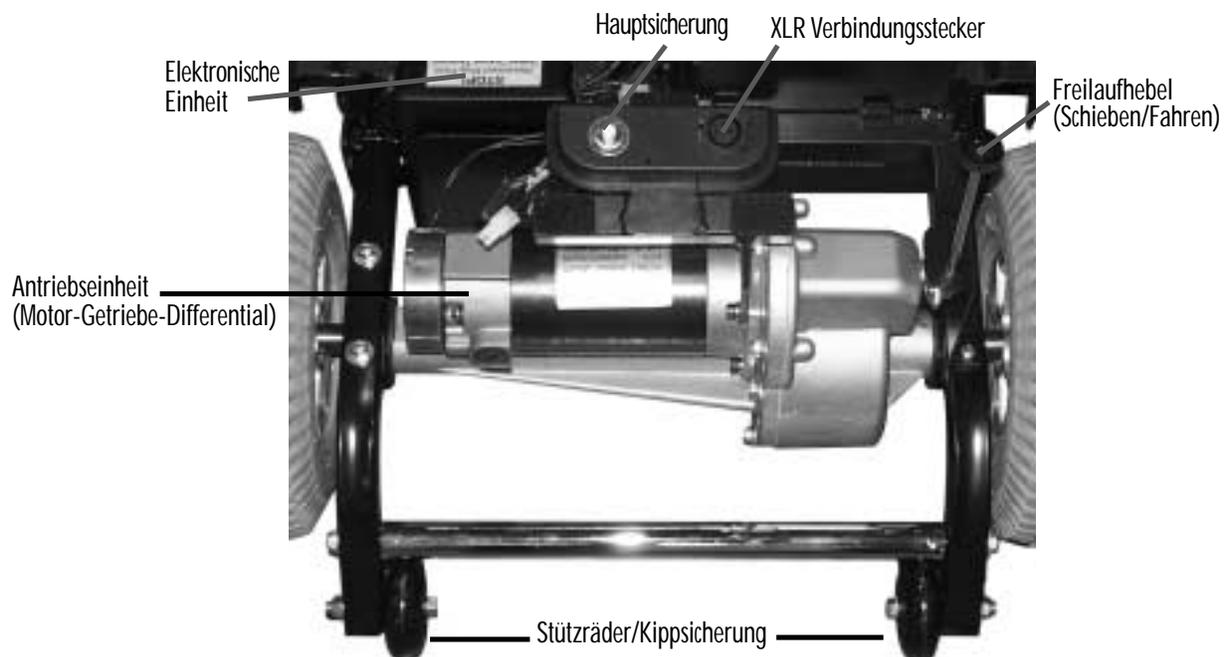

Abbildung 8. Fahrzeug-Heckteil/Antrieb
Das Elektronikmodul des Fahrzeuges befindet sich im Heckteil unter der Karosserie. Die Abdeckung wird durch einen Haken und Klettband auf dem Heckteil befestigt. <Abbildung 8>
Es gibt Situationen in denen es notwendig wird, das Fahrzeug zu schieben. Um dies durchführen zu können muß der Antriebsstrang ausgekuppelt werden. Der Freilauf-/Entriegelungshebel befindet sich auf der Fahrzeugrückseite in der Nähe des rechten Hinterrades <Abbildung 8>. Zeigt der Hebel nach unten, ist der Antrieb eingekuppelt und das Fahrzeug fahrbereit. Um den Freilauf herzustellen, drücken Sie den Hebel nach oben – jetzt können Sie das Fahrzeug schieben. In der ausgekuppelten Stellung setzt die Fahrzeugelektrik (Elektronik + Motor) die Betätigung der Gastasten nicht in Bewegung um. Trotzdem sollte der Schlüssel auch im Schiebebetrieb abgezogen werden!
Im Heckteil neben dem Elektronikmodul befindet sich das eingebaute Batterie-Ladegerät. Es ist an den Kühlrippen auf dem Gehäuse leicht zu erkennen <Abbildung 8> Die 220-Volt-Zuleitung ist zusammengerollt in der Ablagewanne untergebracht.
Das Elektronikmodul ist das „Gehirn“ Ihres Pride-Elektromobils und wie bereits beschrieben im Heckteil des Fahrzeuges untergebracht <Abbildung 8>. In dieser „Schaltzentrale“ werden die Impulse, die Sie als Fahrer durch betätigen der Gastasten geben, an die Antriebseinheit weitergeleitet und in die gewünschte Bewegung umgesetzt. Auf dem Gehäuse der Elektronik ist ein Zeigerinstrument, der „Amperemeter“ zu sehen der während des Aufladevorganges der Batterien einen ladezustandsabhängigen Wert anzeigt. Je niedriger der angezeigte Wert, desto weiter ist der Ladevorgang bereits fortgeschritten – bei Zeigerstellung „Null“ ist der Ladevorgang beendet!
Diese Sicherung schützt Ihr Pride-Elektromobil automatisch vor ungewollter Überlastung und ist im Gehäuse des Elektronikmoduls über dem rechten Hinterrad angebracht. Sie sehen hiervon nur einen 5 mm kleinen, weißen Knopf <Abbildung 8> Ausgelöst durch permanente Überlastung/Überhitzung aus unterschiedlichsten Gründen, z.B.: Strecken mit langen Steigungen, springt der weiße Knopf heraus und unterbricht die Stromzufuhr um eine Beschädigung von Motor und Elektronik zu verhindern- das Fahrzeug stoppt. Der gefederte Knopf läßt sich erst wieder eindrücken, wenn das Fahrzeug (Motor, Elektronik) abgekühlt ist. Läßt sich der Knopf trotz Abkühlung mehrfach nicht wieder eindrücken, so ist wahrscheinlich ein Defekt (z.B.: defekter Motor) die Ursache. In so einem Fall nehmen Sie bitte umgehend Kontakt mit Ihrem Fachhändler auf, damit Fehlerquelle beseitigt wird.
„Anti-Tipp-Räder“- Rückwärtige Kippsicherung - <Abbildung 8>
2. Ziehen Sie den Hebel für den Freilauf <Abbildung 8> nach oben in die Stellung „Schiebebetrieb“